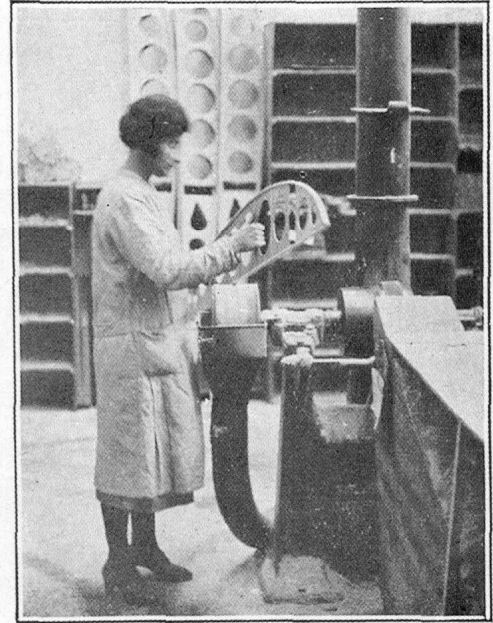

Fig. 7. — Ponçage
d) **Ponçage** (fig. 7) et **Pose de l'embout de Nervure** (fig. 8). La nervure démoulée après séchage est ensuite poncée, c'est-à-dire nettoyée et polie, puis l'embout permettant le passage de la corde à piano du bord de fuite est posé.